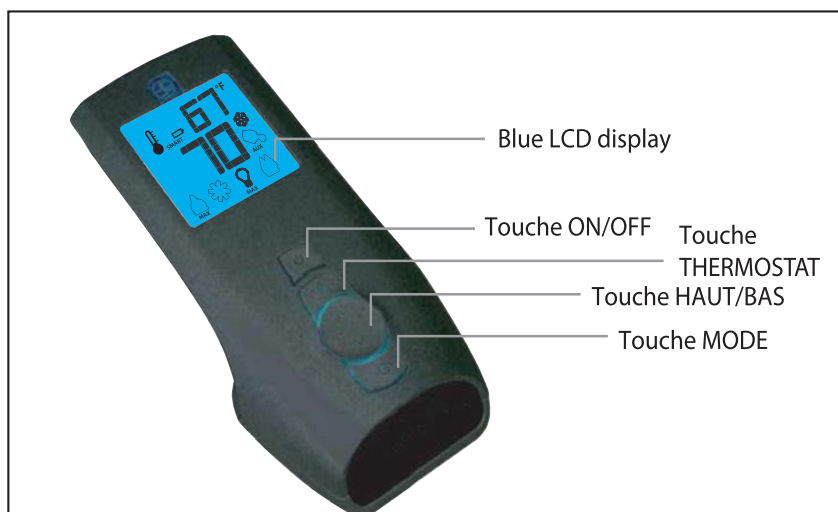
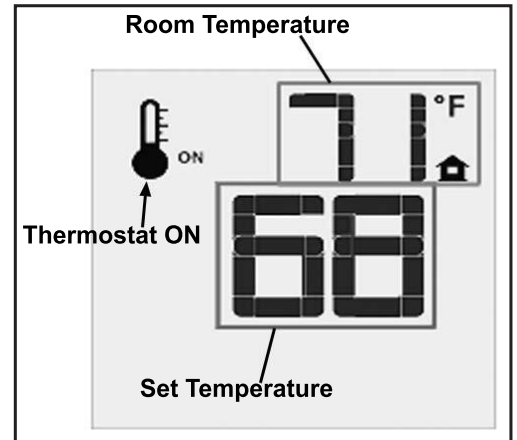
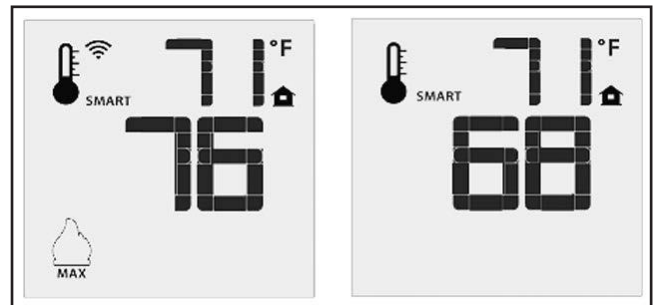
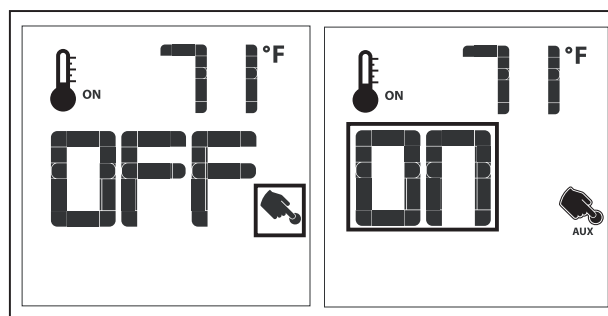

Figure 4: Émetteur Proflame 2.
Figure 9: La télécommande montre la température programmée.
Figure 10: La fonction « thermostat intelligent » (SMART Thermostat).
Figure 13: Commande auxiliaire (non utilisé)
Pour accéder à l'obturateur d'air déposer le bouclier d'admission et de l'écran sécurité. Il y a un levier sous la boîte à feu près de la vanne de gaz comme illustré à la Figure 4. Déplacer le levier vers la droite pour fermer le mélange d'air avec le gaz et rendra la flamme apparaissent plus jaune et haut. Déplacer le levier vers la gauche va ouvrir le volet permettant plus d'air d'être mélangé avec le gaz entrant; cela rendra les flammes apparaissent plus bleu et court.
L'émetteur Proflame 2 est une télécommande munie d'un écran ACL rétro-éclairé bleu. Il a une conception rationalisée avec une disposition de boutons simplifiée et un affichage informatif ACL (Figure 4). L'émetteur est alimenté par trois (3) piles type AAA. Un bouton « mode » sert à changer entre les options et un bouton « thermostat » est utilisé pour allumer ou fermer, ou voir l'index des options pour le thermostat (Figure 4 & Figure 5).
Appuyez la touche marche-arrêt sur l'émetteur. L'écran ACL montrera la température ambiante de la salle et l'icône du thermostat (voir la Figure 9). Un seul bip de l'IFC confirme la réception de la commande et la veilleuse et le brûleur principal se fermeront (si l'appareil n'est pas réglé au mode CPI).
La télécommande peut fonctionner comme un thermostat ambiant. Le thermostat peut être réglé à la température désirée pour contrôler le confort dans la salle. Pour activer cette fonction, appuyez sur la touche « Thermostat » (voir la Figure 4). L'écran ACL de l'émetteur changera pour montrer que le thermostat ambiant est allumé et la température programmée est montrée sur l'écran (voir la Figure 9). Pour ajuster la température, appuyez sur les flèches vers le haut ou le bas pour programmer votre température désirée.
Le mode « Thermostat intelligent » ajuste la hauteur des flammes en calculant la différence entre la température programmée et la température ambiante actuelle. Si la température ambiante approche la température programmée, la fonction intelligente baissera le niveau des flammes. Pour activer cette fonction, appuyez sur la touche « thermostat » (Figure 4) jusqu'à ce que vous voyiez le mot « SMART » à la droite de l'icône de thermostat (Figure 10). Pour ajuster la température programmée, utilisez les flèches pour trouver votre température idéale.
L'éclairage supérieur du foyer peut être contrôlé avec l'émetteur. La lumière n'est pas réglable mais peut être allumée et éteinte à volonté. Pour contrôler l'éclairage supérieur, appuyez sur la touche MODE (Figure 4) pour accéder à l'icône de commande AUX (Figure 13). Utilisez les touches fléchées HAUT/BAS pour allumer ou éteindre la lumière. Un seul bip de l'IFC confirmera que la commande a été reçue. La lumière supérieure est plus visible lorsque la flamme est réglée sur le réglage le plus bas. Il peut également être laissé allumé lorsque la flamme est éteinte (voir la section Contrôle de flamme à distance) pour mettre en évidence l'ensemble de bûches.